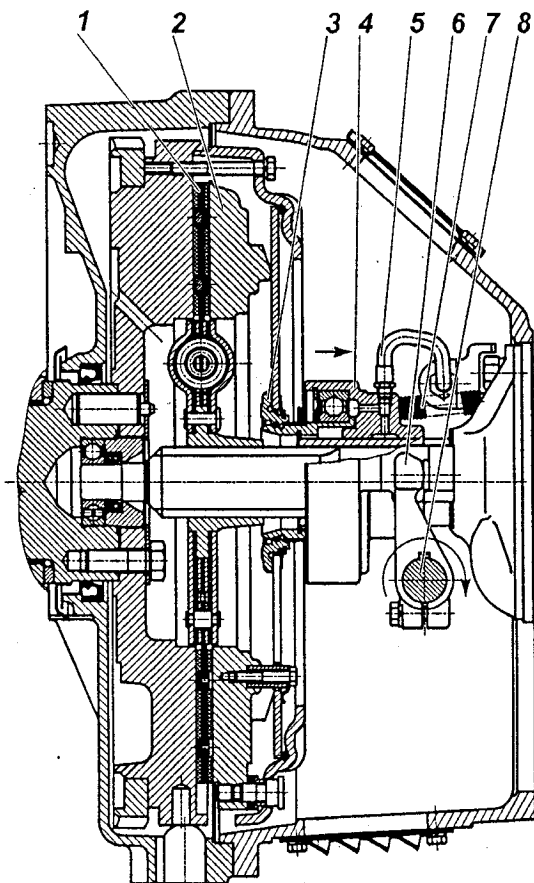
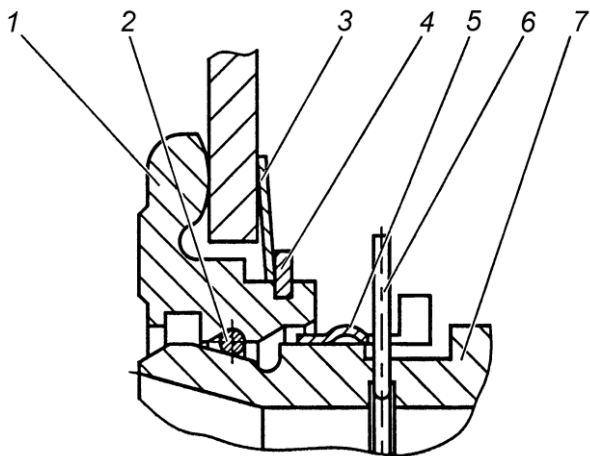

Рис. 106. Сцепление модели ЯМЗ-182:
Рис. 108. Запорное устройство:
Диафрагменное сцепление модели 182 (рис. 106) состоит из ведущих и ведомых частей, а также деталей механизма выключения сцепления, устанавливаемых в картер сцепления.
Механизм выключения сцепления состоит из муфты 4 (рис. 106) с подшипником, вилки 6 и валика 8. Муфта соединена через упорное кольцо 3 с диафрагменной пружиной с помощью запорного устройства.
Оттяжная пружина 7 (рис.106) исключает проворот и осевые перемещения втулки 7 (рис. 108) относительно упорного кольца 1 (рис. 108). По мере износа фрикционных накладок муфта выключения сцепления 4 (рис. 106) перемещается вместе с пружиной в сторону маховика, при этом конструкция привода выключения сцепления автомобиля или другого транспортного средства обеспечивает поворот вилки 6 (рис. 106) по часовой стрелке после выбора зазора между лапками вилки и муфтой за счет периодической регулировки привода или постепенный поворот за счет конструкции гидропривода.
Конструкция запорного устройства показана на рис.108. Она включает в себя упорное кольцо 1, втулку подшипника муфты 7 с фасонной канавкой, пружинное кольцо 2 круглого сечения, а также замковое кольцо 5. Упорное кольцо 1 устанавливается на диафрагменную пружину при сборке нажимного диска с кожухом и удерживается за счет пружинной шайбы 3 и стопорного кольца 4. На рисунке муфта заперта (соединена) с упорным кольцом. Внутри втулки подшипника муфты 7 установлено предохранительное кольцо 6, имеющее снаружи выступающий ус, препятствующий случайному рассоединению муфты выключения сцепления и упорного кольца 1.
Выключение сцепления обеспечивается поворотом вала по часовой стрелке. Допустимое направление перемещения муфты и поворота вала для выключения сцепления показано на рис. 106 стрелками. Перемещение муфты и поворот вала в обратном направлении не допустимо.
- 5 С помощью специальной оправки сцентрировать кольцо 3 (рис. 106) относительно оси коленчатого вала двигателя.
- 2 Убедиться что муфта выключения сцепления отведена до упора в крышку подшипника первичного вала коробки передач пружиной 7 рис. 106.
Проверка качества установки сцепления (отсутствие "ведения", контроль величины крутящего момента на валу вилки) осуществляется на неработающем двигателе. Для этого необходимо повернуть вал вилки на угол $9^{\circ}30'$... 11° по часовой стрелке, что соответствует перемещению муфты на 11...13 мм от двигателя. При этом выходной вал коробки передач, при включенной передаче, должен вращаться при приложении крутящего момента не более 5 Н·м (0,5 кгс·м). Поворот вала вилки выключения сцепления по часовой стрелке показан на рис. 106.
- 4 Совместить полукруглый паз на муфте выключения сцепления в передней ее части с выступающим усом предохранительного кольца 6 (рис. 108) и, утопив его каким-либо предметом, удерживать в утопленном положении через центральное отверстие муфты выключения сцепления.